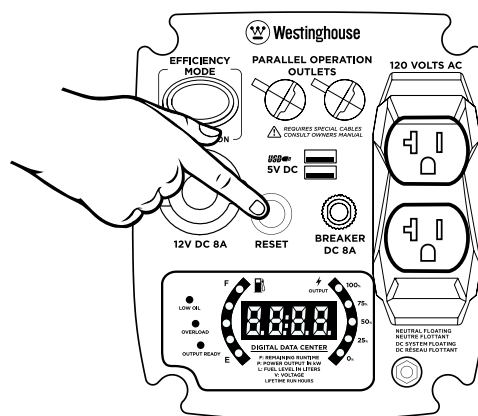

Figure 11: Appuyez sur le disjoncteur de réinitialisation
3. Appuyez sur le disjoncteur de réinitialisation pour le réinitialiser (voir Figure 11).